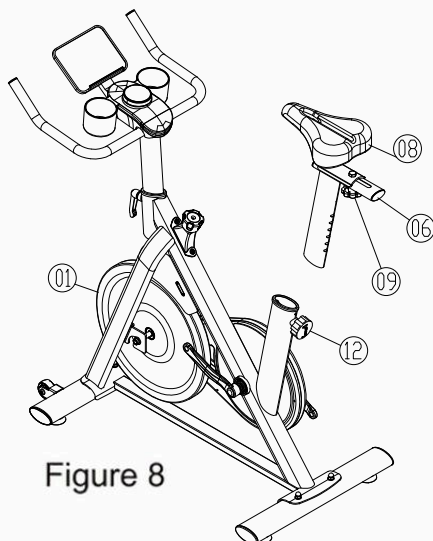

Figure 8
8. Faites glisser la selle préassemblée (pièces 06/08/09) dans l'assemblage du cadre principal (pièce 01), comme illustré à la figure 8.